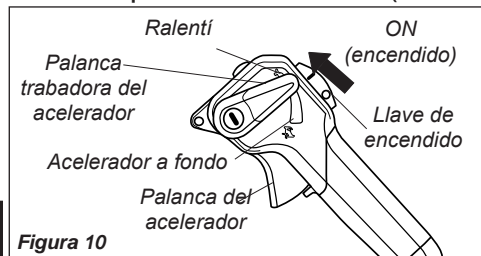

Figura 10
- Mueva la palanca del acelerador hasta la mitad. Deslice el interruptor de encendido hasta la posición "I" (ENCENDIDO) y después pulse la palanca del acelerador hasta la mitad y trabe el acelerador moviendo la palanca de seguridad del acelerador hasta la mitad, hacia abajo. Consulte la Figura 10.